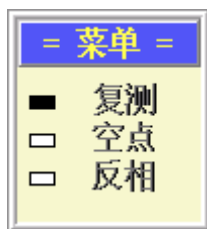

图 4.16 功能选择菜单
3. 跨缝和不跨缝数据浏览时，用▲、▼键可以将光标移到不同的测点处，以对数据进行查看、同时该测点的波形显示在波形显示区域内，测点处按确认键出现功能选择菜单（如图 4.16），用▲、▼键在功能之间切换，确认键选择此功能，返回键直接返回。
在测点处按`确认`键出现图 4.16 提示框后，选择空点功能将该测点置为空点，置为空点的测点不参与分析计算。